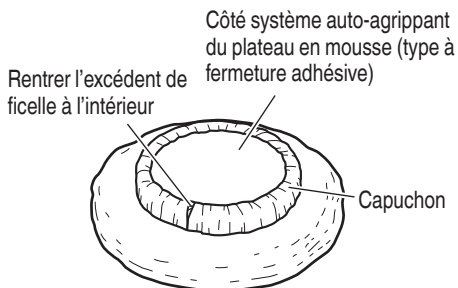

Fig. 5
- (1) Appuyer sur la tige de verrouillage pour fixer l'axe et Serrer le plateau de support en tournant le pourtour extérieur.
- (2) Enrouler le plateau en mousse (type à fermeture adhésive) (accessoire en option) avec le chapeau de la peau de mouton (accessoire en option) et le fixer solidement en attachant une cordelette autour. Bien veiller à rentrer la cordelette excédentaire à l'intérieur de la peau de mouton pour éviter qu'elle ne soit projetée pendant le polissage. Si la peau de mouton n'est pas installée de façon équilibrée, cela risque de provoquer des vibrations. (Fig. 5)
- (3) Coller le plateau en mousse (ruban à fermeture adhésive) avec la peau de mouton fixée dessus en l'appuyant fermement contre le plateau de support. Aligner les centres respectifs pour la fixation. Si le centrage n'est pas assuré, cela entraînera des vibrations.
- (4) Pour retirer la peau de mouton, procéder dans l'ordre inverse de l'installation.